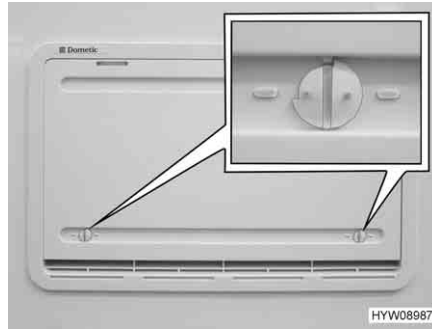

Bild 177 Winterabdeckung
Wenn der Kühlschrank bei niedrigen Außentemperaturen betrieben werden soll, empfiehlt der Hersteller die Verwendung einer Winterabdeckung (Bild 177) für die Kühlschrank-Lüftungsgitter.
- Beide Verriegelungen (Bild 177) öffnen (Nut steht waagrecht).